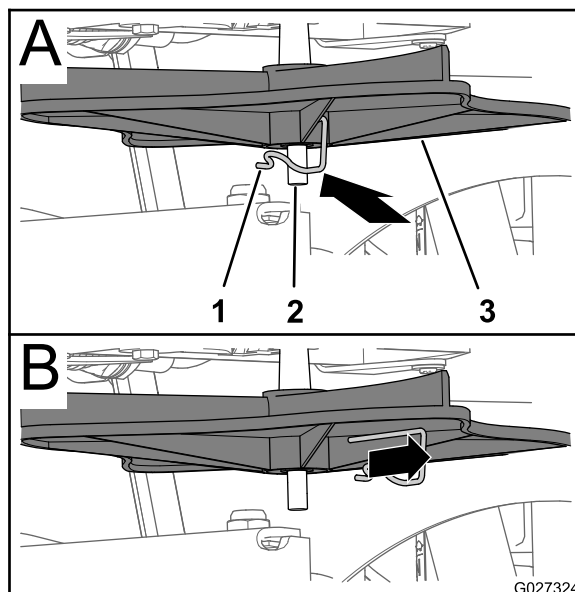

Figure 28
4. Retirez la goupille d'entraînement qui fixe la turbine à l'arbre du moteur de turbine et déposez la turbine de l'arbre (Figure 28 et Figure 29).